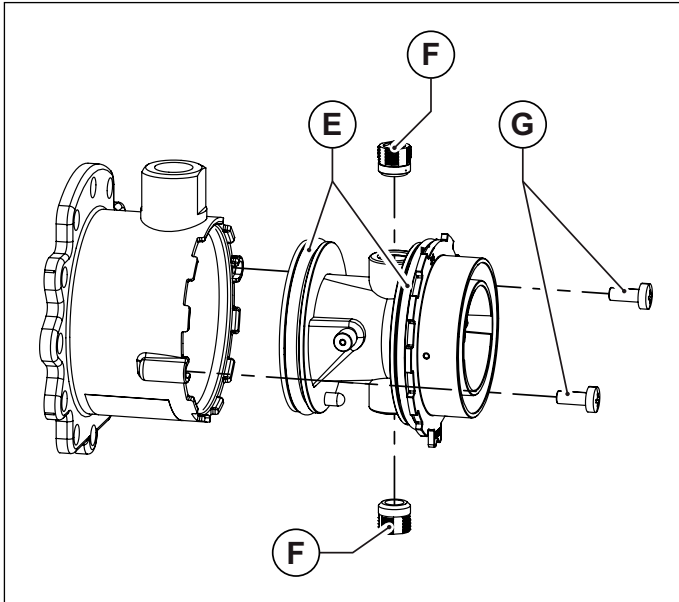
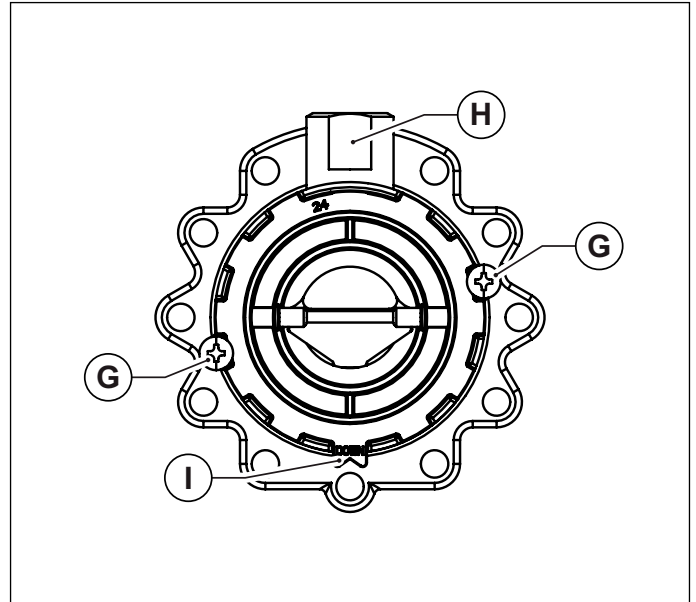

Fig. 38 Corpul din plastic al amestecătorului
Fig. 39 Orientare pentru montaj
- Desfaceți corpul din plastic al amestecătorului, deșurubând cele două șuruburi de fixare (vezi Fig. 38 Corpul din plastic al amestecătorului).
- Desfaceți cele două duze ale amestecătorului utilizând o cheie cu imbus de 6 mm (vezi Fig. 38 Corpul din plastic al amestecătorului).
- Montați din nou corpul din plastic (Venturi) introducându-l în amestecător și înșurubând șuruburile de fixare, având grijă să nu deteriorați garniturile inelare montate la extremitățile corpului din plastic (vezi Fig. 38 Corpul din plastic al amestecătorului) și să respectați orientarea montajului (vezi Fig. 39 Orientare pentru montaj).
- Montați amestecătorul reasamblat la ventilator cu șuruburile cu imbus, având grijă să re poziționați între amestecător și ventilator, garnitura inelară de etanșare (vezi Fig. 38 Corpul din plastic al amestecătorului).